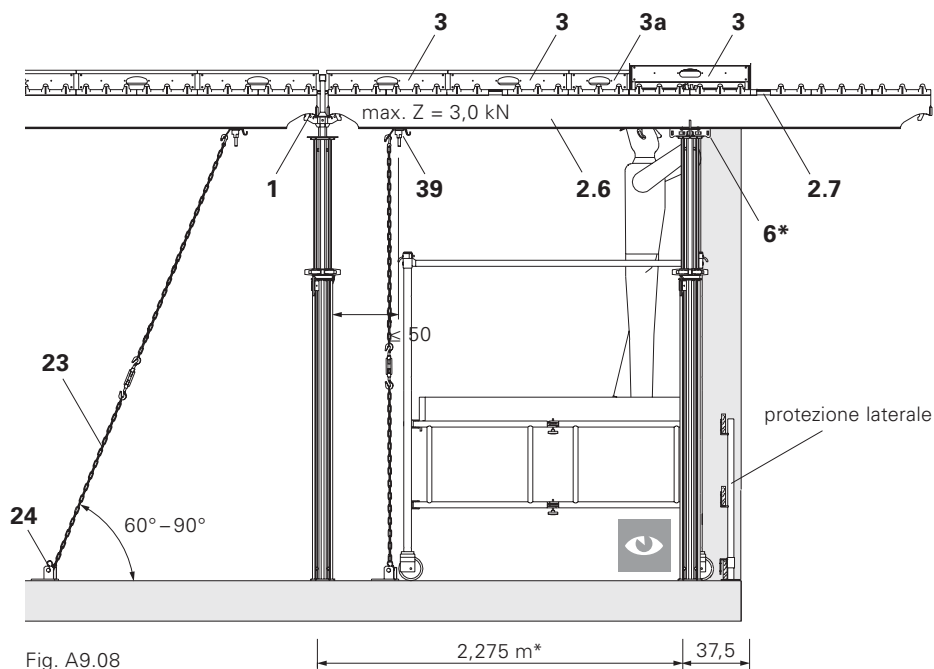

Fig. A9.08
1. Posizionare un puntello con testa a caduta SFK (1) lungo il bordo del solaio e stabilizzarlo con il treppiede.
2. Agganciare la trave SLT 375 (2.6) e sostenerla con il secondo puntello con testa d'appoggio SSK (6) a una distanza di 2,275 m. (Nel caso in cui si impieghi esclusivamente la testa d'appoggio, posizionare il puntello anteriore a una distanza di 2,25 m.)
3. Inserire un attacco SAO (39) nella scanalatura della trave. Distanza: ≤ 50 cm dall'estremità non sporgente.
4. Agganciare la catena (23) con tenditore regolabile all'apposito anello in alto e ancorarla al suolo con la piastra base (24). (Fig. A9.08)
5. Montare subito dal basso 3 elementi a telaio 150 x 75 (3) e 1 elemento di compensazione 150 x 37,5 (3a) fino all'attacco piattaforma (2.7) della trave SLT 375. Impiegare per esempio un trabattello PERI ASW 465.
- I puntelli sono a filo con i puntelli del solaio? (Fig. A9.08)